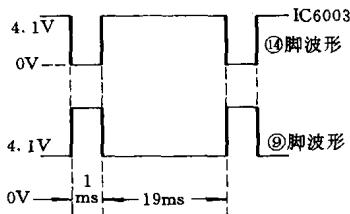

图 6
那么⑭脚、⑨脚电位又是有谁提供呢?由原理图可知,它是由微处理CPU⑯脚所输出的检测灯驱动脉冲兼做此项功能的。⑯脚输出脉冲的波形和转换开关IC⑭、⑨脚脉冲波形在原理图中都已注明。由图可知,在正常情况下,⑭脚和⑨脚电位只能一高一低,即不能同时高,亦不能同时低。画在一起,见图6。